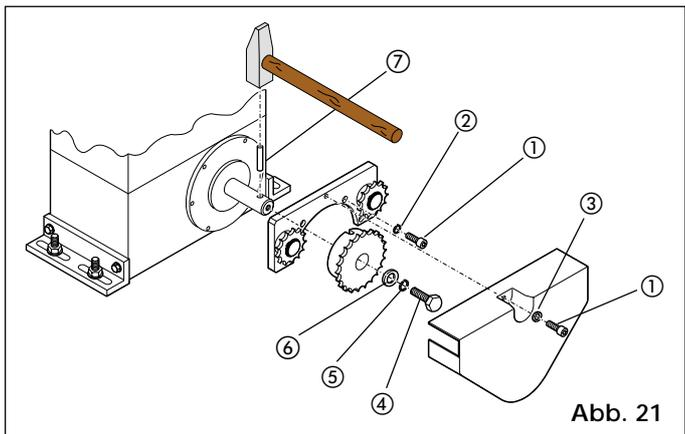
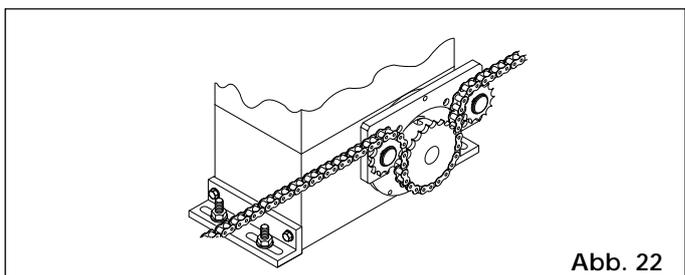

Abb. 21
Abb. 22
4.5.2. MOD. 746 EMC RF (Abb. 21 - 22)
- Federstecker ⑦ mit einem Hammer in die Welle eintreiben.
- Die Paßsitze des Kettenritzels mit dem Federstecker in der Welle fluchten und die Schraube ④ mit den Scheiben ⑤, ⑥ festziehen.
- Die 4 oberen Schrauben gegen die Schrauben ① mit Innensechskant 5x12 und die Scheiben ② des Bausatzes gem. Abb. 21 ersetzen und dann den Bügel der Umlenkrollen auf den Motorflansch anbringen.
- Die Kette nach Angaben in Abb. 22 einfädeln und das Abdeckgehäuse mit Schrauben ① und Scheiben ③ (Abb. 21) aufsetzen.